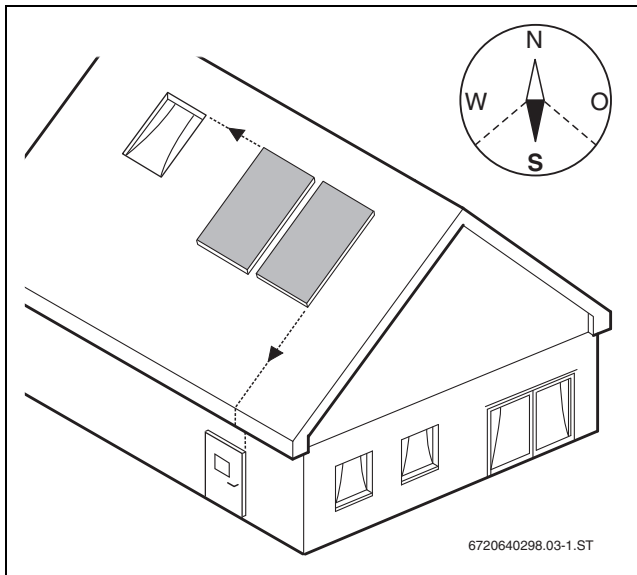

Bild 12 Kollektoren sorgfältig ausrichten
- Kollektorfeld möglichst südlich ausrichten (→ Bild 12).
- Kollektorfeld so ausrichten, dass es mit Fenstern, Türen usw. fluchtet (→ Bild 12).